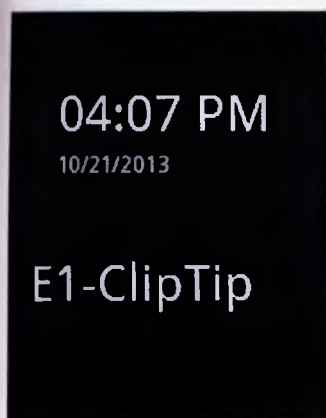

Рисунок D35.
3. На экране дисплея появится **virtual keypad (виртуальная клавиатура)**, которая используется для редактирования имени (Рисунок D35).